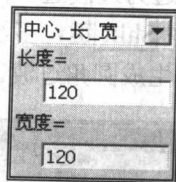

图 0-3 立即菜单
- ② 单击工具栏中的“矩形”按钮，在弹出的立即菜单中，单击“两点矩形”，立即菜单切换为“中心_长_宽”，在长度输入框内单击，使用键盘输入 120 后，按 **Enter** 键。采用同样方法，调整矩形宽度为 120，结果如图 0-3 所示。